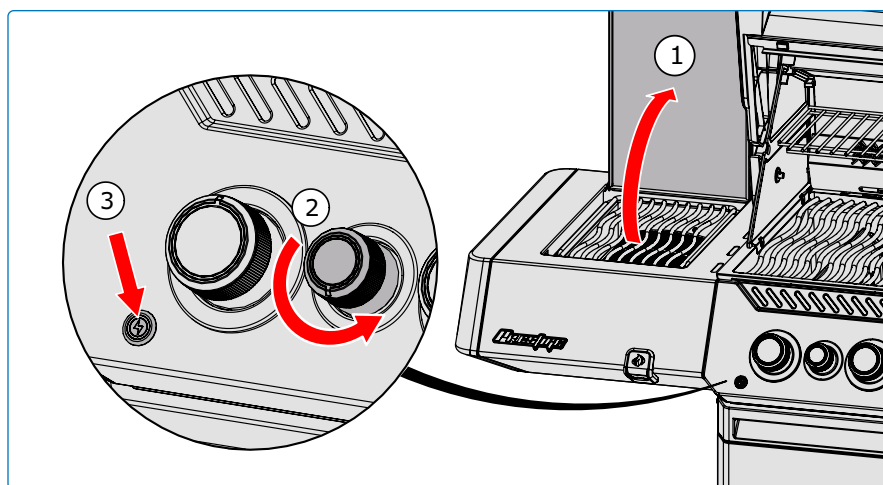

Fig. 7
4. Als de brander binnen 5 seconden niet ontsteekt – draai de bedieningsknop van de brander met de klok mee naar de UIT-positie. Wacht 5 minuten. Herhaal stap 2 en 3. (Fig. 7).